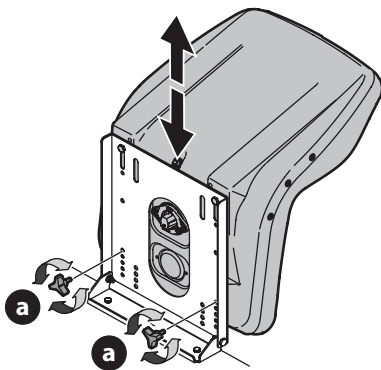

Fig. 17
1. Retirez les boutons (a) (Fig. 17).
3. Remplacez les boutons dans l'un des quatre trous et serrez solidement (Fig. 17).